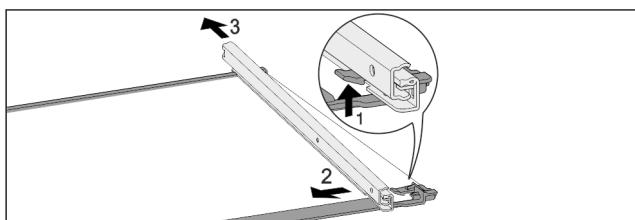

Fig. 52 Staklena ploča s vodilicama
- Prednji uskočnik pritisnite prema gore. Fig. 52 (1)
- Izvlačnu vodilicu povucite u stranu Fig. 52 (2) i prema natrag Fig. 52 (3).